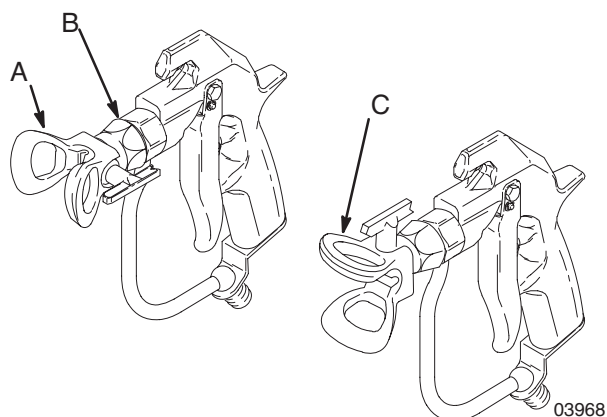

Рис. 3
1. Для регулировки направления формы распыла, сбросьте давление. Ослабьте затяжку стопорной гайки защитной насадки наконечника (B). Поверните защитную насадку наконечника / канавку наконечника в горизонтальное положение (C) для горизонтальной формы распыла, и в вертикальное положение (A) для вертикальной формы распыла. Затяните гайку. См. Рис. 3.